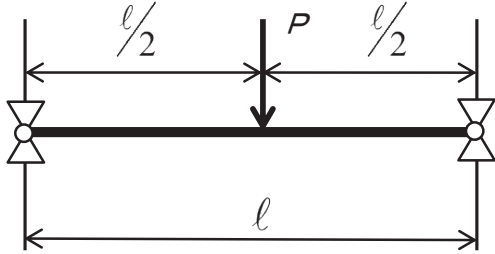
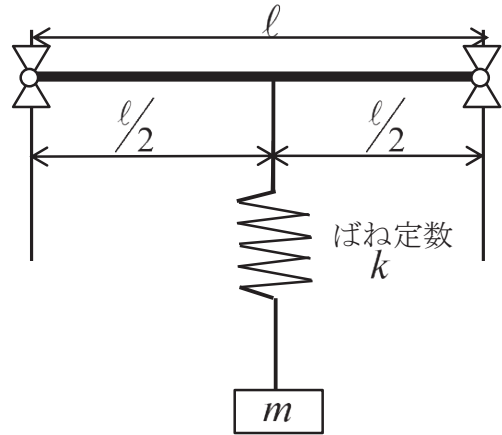

図1 単純支持はり
図2 単純支持はり中央部の下側にばねを設置し、質量 m をつるす
図1に示す単純支持はり（両端回転自由）がある。荷重 P が中央部に作用したとき、はりの中央部のたわみ量 u は、下記の式で与えられている。ただし、はりの縦弾性係数を E 、断面二次モーメントを I とする。図2は、同じはりに図に示すようにばね定数 k のばねと質量 m が加わる。重力加速度を g とする。以下の設問（1）～（3）に答えよ。
- （1）図1に示す単純支持はりの等価ばね定数 k_p を表す式を、下記〔数式群〕から選び、その番号を解答用紙の解答欄【A】にマークせよ。
① $k_p = \frac{48}{EI\ell^3}$ ② $k_p = \frac{\ell^3 EI}{48}$ ③ $k_p = \frac{48\ell^3}{EI}$ ④ $k_p = \frac{48EI}{\ell^3}$ ⑤ $k_p = \frac{EI}{48\ell^3}$
- （2）上記図1の単純支持はりを使い、図2に示す中央部下側にばね定数 k のばねを連結した。このときのはりとばねの等価ばね定数 k_e を表す式を、下記〔数式群〕から選び、その番号を解答用紙の解答欄【B】にマークせよ。
① $k_e = \frac{48kEI}{k\ell^3 + 48EI}$ ② $k_e = \frac{kEI}{k\ell^3 + 48EI}$ ③ $k_e = \frac{48EI}{\ell^3} + k$
④ $k_e = \frac{k\ell^3 + 48kEI}{48EI}$ ⑤ $k_e = \frac{k\ell^3 + 48kEI}{kEI}$
- (3) 図2のようにコイルばねの先端部に、質量 m の物体をつり下げた。このときの質量 m の固有振動数 f を表す式を、下記〔数式群〕から選び、その番号を解答用紙の解答欄【C】にマークせよ。